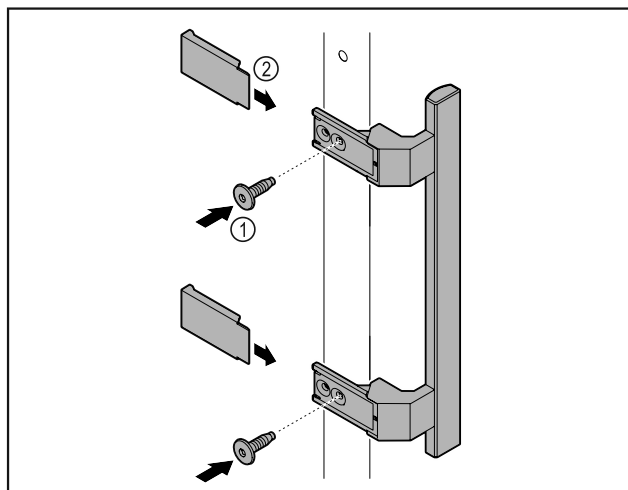

Fig. 5
- ▶ 用随附的螺钉 Fig. 5 (1) 将附件包中的把手安装到门上。
- ▶ 安放盖板 Fig. 5 (2)。